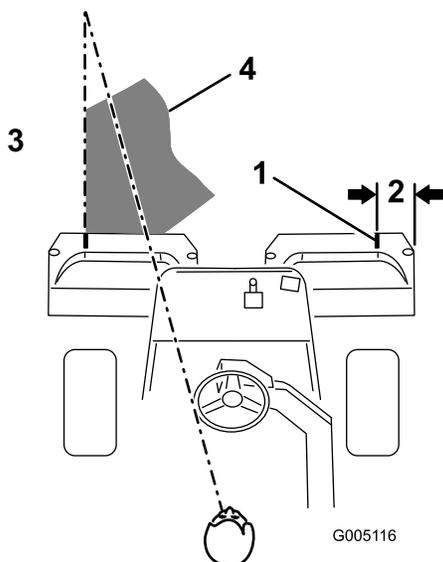

Figura 23
**Nota:** Para cortar em linha reta ao longo do relvado e de modo a conseguir manter uma distância equitativa entre a extremidade da zona de corte anterior, estabeleça uma linha imaginária de aproximadamente 1,8 a 3 metros à frente da máquina até a extremidade da zona por cortar (Figura 23). Alguns utilizadores acham útil incluir a borda exterior da roda motriz na linha imaginária; por exemplo, mantenha a extremidade da roda motriz alinhada com um ponto que se mantém sempre à mesma distância da dianteira da máquina.